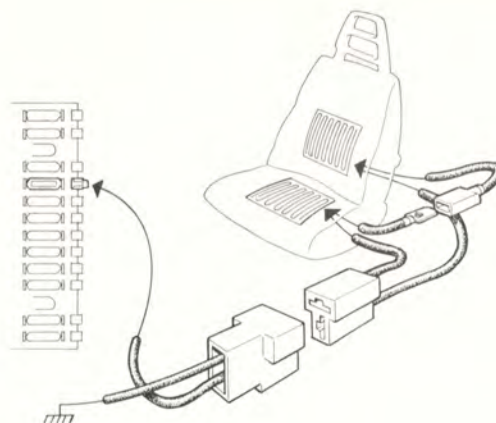

Bild 8-50. Anslutning av elledningar
18. Montera sittdynan till fällbeslagen. Anslut ledningarna mellan ryggstödet och sittdynan, bild 8-50.
19. Montera stolen i vagnen och koppla ihop kontaktstyckena bild 8-50.